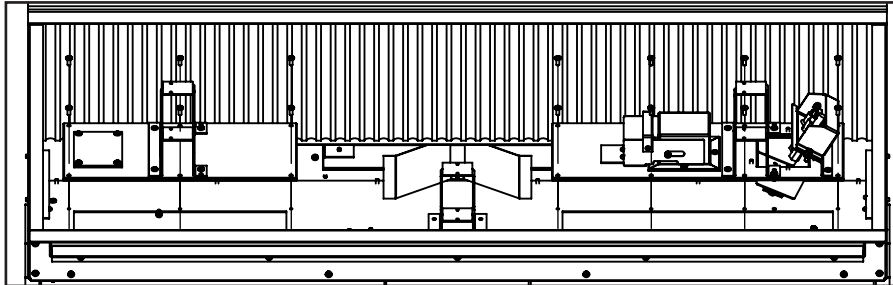

Figure 20: Retrait de la porte d'accès
2. Déposer les (14) T-20 boulons retenant les panneaux d'accès comme illustré à la Figure 20.